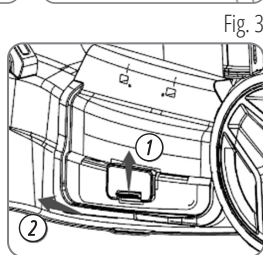
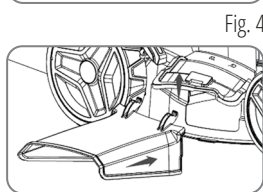

Fig. 3
Fig. 4
Levante el bloqueo de la salida lateral. Levante la tapa de la salida lateral (Fig. 3) y enganche el canal de descarga lateral en el eje. Baje la tapa y presione firmemente el canal de descarga lateral para fijarlo (Fig. 4).
3. Fije el cable al manillar con un sujetacables (Fig. 3).
1. Fije el saco al bastidor metálico (Fig. 4). Asegúrese de que esté bien sujeto.